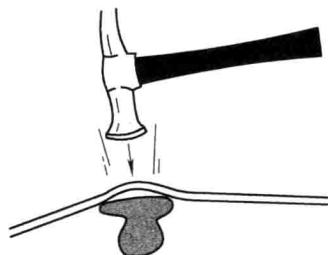

图 1-5 锤子与垫铁配合进行凸面修理
3. 左手抓住垫铁，将垫铁贴紧金属板凸起的反面，右手握锤敲击，如图 1-5 所示。